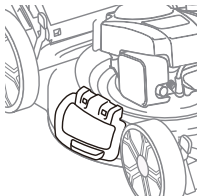

Fig. 11
2. Fermez la porte de paillage. La tondeuse est maintenant prête pour le paillage. (Fig.11)